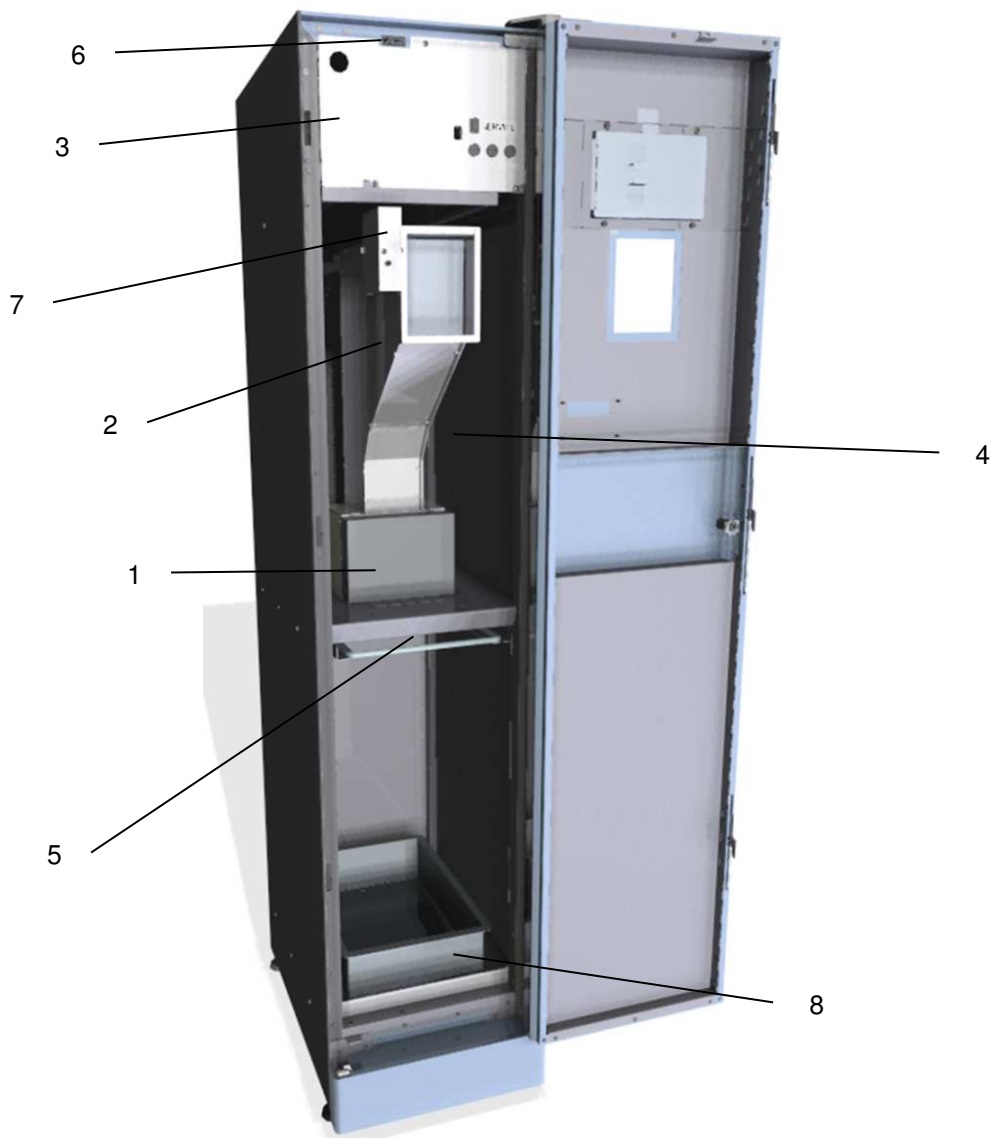

fig. 4
4. Éviter de surcharger inutilement la machine. Il est préférable d'attendre qu'elle ait achevé le cycle de broyage/écrasement (un cycle dure environ 7÷8 secondes) avant d'introduire davantage de matériaux. Cela est encore plus important si la machine est munie d'une imprimante. En effet, l'impression se réfère normalement à ce qui est relevé par la photocellule rep. 5 Figure 4, qui peut distinguer le passage des bouteilles ou des boîtes seulement si elles sont suffisamment écartées.